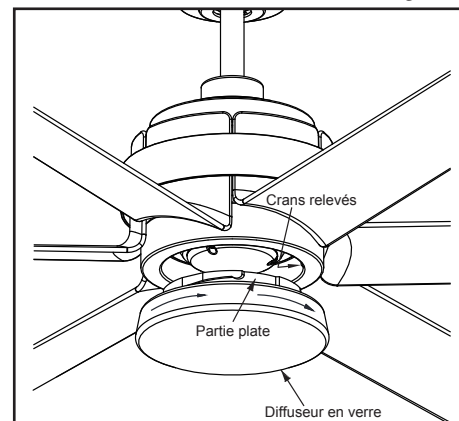

Figure 19
5. Placez le diffuseur en verre sur le bac de luminaire en alignant les trois parties plates en haut du diffuseur en verre avec les trois crans relevés du bac de luminaire. Tournez le diffuseur en verre dans le sens horaire jusqu'à ce qu'il s'arrête. (Figure 19)